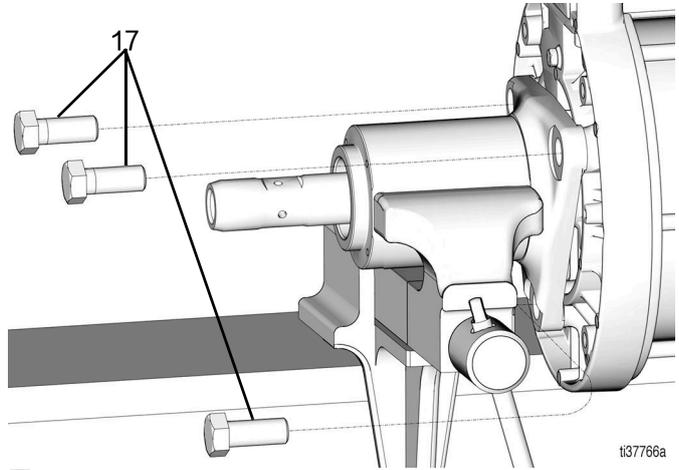

图 23
- 7. 更换出口外壳适配器螺丝 (17) 并手动拧紧 ( 图 23 )。